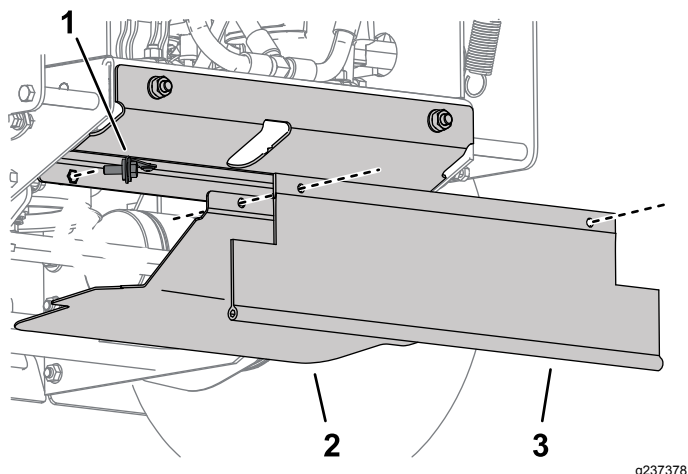

Figure 9
7. Faites un essai de pose de la protection inférieure et ajustez la position de la protection de la poulie d'entraînement au besoin (Figure 9).
puis fixez-les à l'aide des boulons retenus dans les cordons de la protection de poulie d'entraînement (Figure 9).